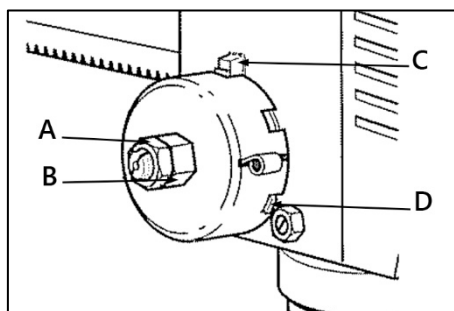

Рисунок 17.
Поместите отвертку в нижний передний паз (D) корпуса пружины (рис. 17) и удерживайте в таком положении во время откручивания и снятия внешней гайки (A).